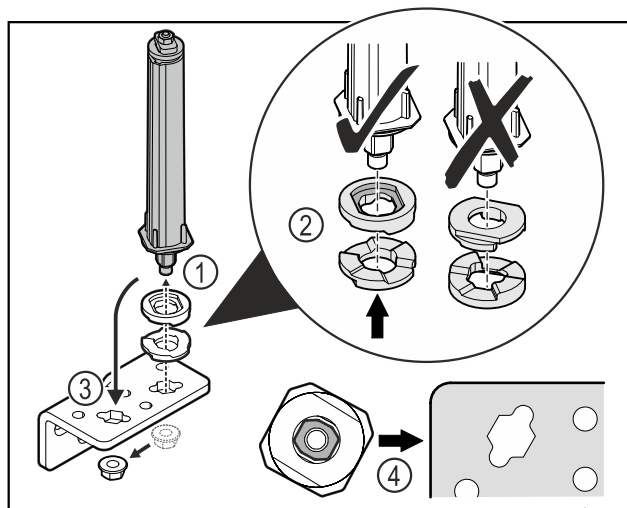

Fig. 39
- ▶ Otpustite maticu i skinite sustav zatvaranja vrata Fig. 39 (1).
- ▶ Pazite na ispravno poravnanje pločica za namještanje visine Fig. 39 (2).
- ▶ Premjestite sustav zatvaranja vrata u kutnim šarkama i pričvrstite ga maticom Fig. 39 (3).
- ▶ Pri umetanju pazite na ispravno poravnanje sustava zatvaranja vrata Fig. 39 (4).